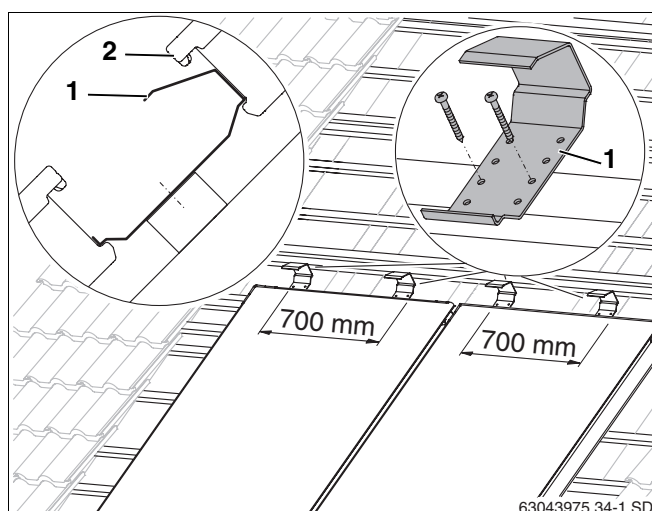

Fig. 30 Protecções contra deslizamento para a segunda fila de colectores
- ▶ Colocar duas protecções contra deslizamento (fig. 30, **item 1**) por colector no centro (a 700 mm uma da outra) sobre o colector inferior sobre a quarta ripa adicional da fila inferior e fixá-las com, respectivamente, dois parafusos 4 x 40.
- ▶ Deixar o colector da fila superior (fig. 30, **item 2**) deslizar contra as protecções contra deslizamento e alinhá-lo com a fila inferior.